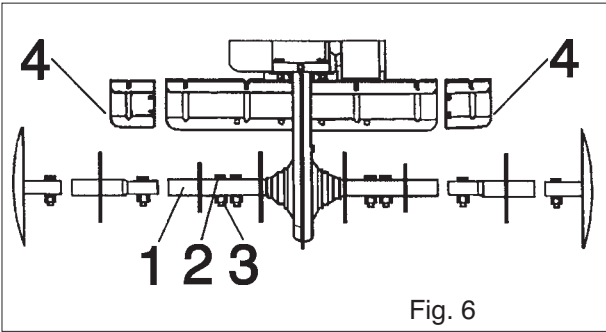

Fig. 6
MONTEREN VAN DE SPITFRESEN (FIG. 6)
2. Bevestig de spil van de fresen (Fig. 6 detail 1) aan de boom van de motorspitter en houdt daarbij in gedachten dat:
3. Bevestig de frees aan de boom van de motorspitter met behulp van de schroeven (2) en de moeren (3).
4. Bevestig de zijbescherming van de frees (5) door middel van schroeven (6) en moeren (7).